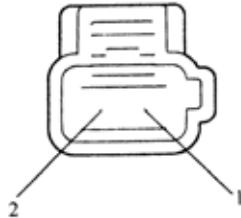

图 9-107
17. 检查左侧前座椅内部安全带总成(如图 9-107 所示)